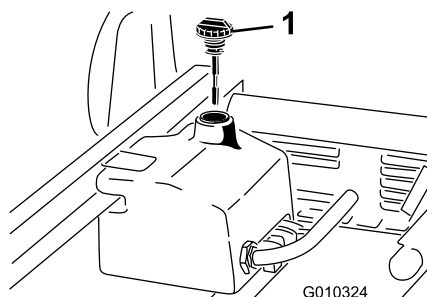

図 17
1. 油圧オイルタンクの注油口周辺をきれいに拭き、キャップ（図 17）を外す。給油口からキャップを取る。
2. 補給口の首からディップスティック（図 17）を抜き、ウェスできれいに拭く。もう一度首に差し込んで引き抜き、オイルの量を点検する。2本のマークの間にあれば適正である。